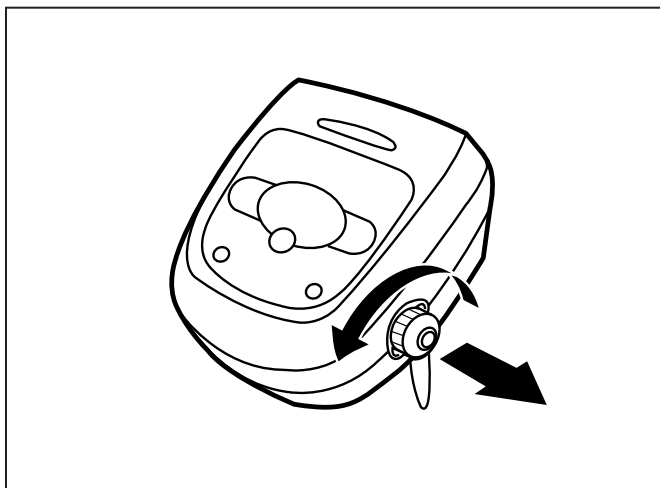

Figure 10. Retirer le couvercle protecteur
1. Dévissez le capuchon de protection du câble flottant sur le côté du boîtier de commande en le tournant dans le sens contraire des aiguilles d'une montre (Figure 10).